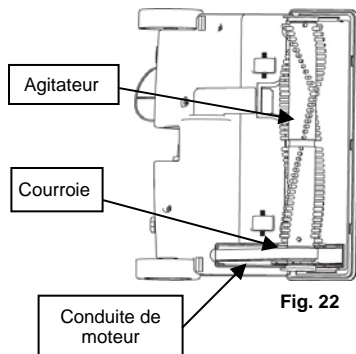

Fig. 22
- Carefully remove any debris from the belt and agitator area. (Fig. 22)
- Positionnez la nouvelle courroie par-dessus l'arbre de conduite du moteur et ensuite par-dessus l'agitateur. (Fig. 22)
- Si les agitateurs ne bougent pas ou que l'aspirateur ne démarre pas, veuillez appeler le Service à la Clientèle au numéro sans frais 1 (866) 826-6941.
3. Enlevez délicatement tous débris provenant de la courroie dans la zone de l'agitateur. (Fig. 22)
6. Carefully loop the new belt over the motor drive shaft and then over the agitator. (Fig. 22)
12. If the agitator does not move or the vacuum does not start, please call Customer Service, toll free, at 1(800) 798-7398.